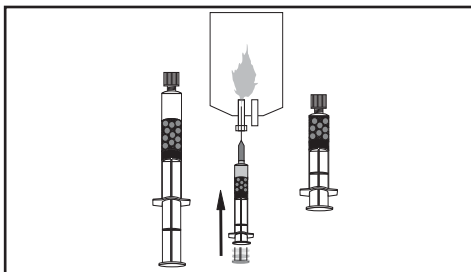

Figura 16.
- 5.5 Inserte la aguja a un recipiente de residuos y expulse el exceso de sobrenadante hasta que quede una cantidad pequeña (>1 ml) de sobrenadante en la jeringa de introducción de 20 ml. Deje una capa fina de solución de transporte que cubra las microesferas para que no estas se compriman (Figura 16).